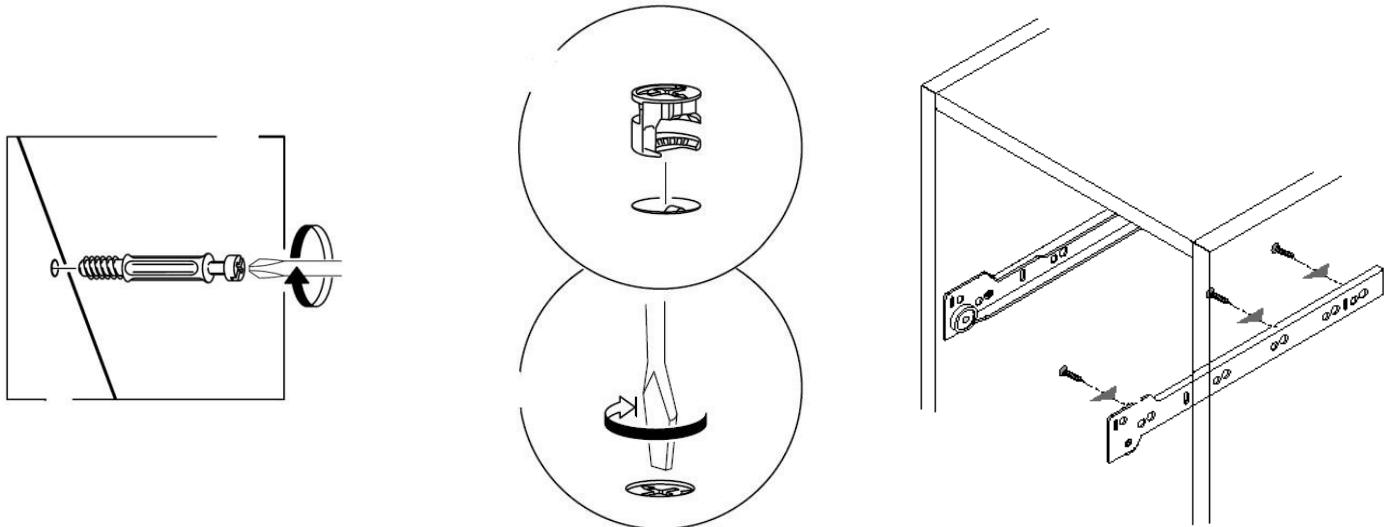

Рис. 1
1. В боковые стенки (43), (44), заднюю стенку (45) в имеющиеся отверстия установить эксцентрики Rastex 15\16, таким образом, чтобы стрелка была повернута в сторону отверстия в торце.
2. В установленные муфты эксцентриковых стяжек на боковых стенках (43), (44), крышке (41) ввернуть дюбели, в соседние отверстия установить шканты (рис.1 и схема сборки).
3. Установить на нижний щит (42) колесные опоры с помощью шурупов 4,0x13мм, два передних колеса – с фиксаторами.
4. В отверстия на боковых стенках установить направляющие ящиков шурупами 6,3x10,5мм. При креплении из двух спаренных отверстий на направляющих выбирать отверстие с большим диаметром. Положение направляющих – роликом вниз (рис.1).